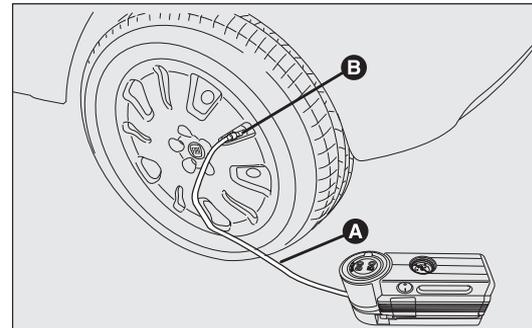

fig. 143
- Serrer le frein à main. Dévisser le capuchon de la soupape du pneu, extraire le tuyau flexible de remplissage A-fig. 143 et visser l'embout B sur la soupape du pneu ;